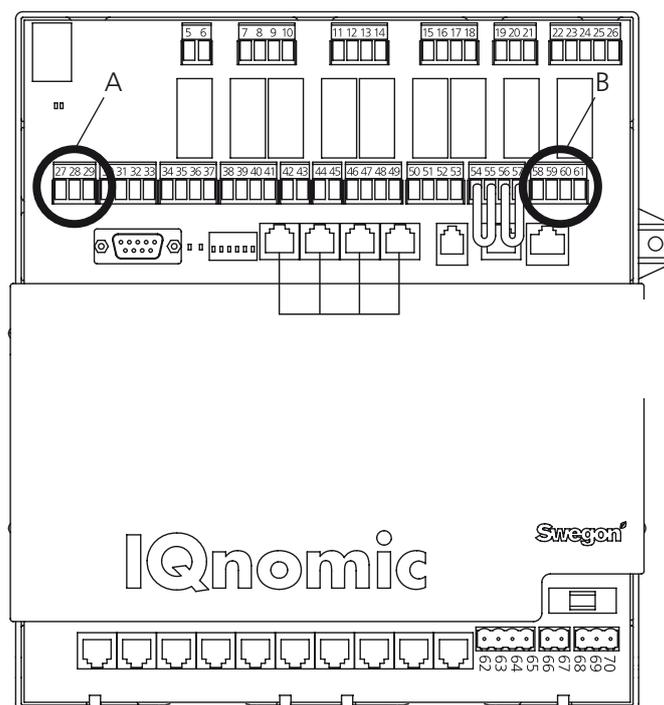

Fig. 4
Connecter l'alimentation 24 V CA aux bornes Vin+ (24) et terre (GND - 23). L'alimentation électrique peut provenir du module de commande de la centrale de traitement d'air, voir ci-dessous et le point B de la Fig. 4.
Connecter le réseau du module de communication GOLDen GATE au module de commande de la CTA GOLD (A dans la Fig. 4). Utiliser un câble à 3 conducteurs.